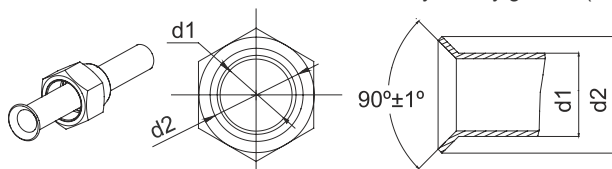

Fig.11
- (1). Corte la conexión del tubo con un cutter y retire los rebordes.
- (2). Sujete el tubo hacia abajo para evitar que los bordes cortados entren en el tubo.
- (3). Retire las tuercas de la válvula de cierre de la unidad exterior y dentro de la bolsa accesoria de la unidad interior, después introdúzcalos en el tubo de conexión, después de eso, corte el tubo de conexión con una herramienta adecuada.
- (4). Compruebe si el reborde se extiende uniformemente y no hay grietas (vea Fig.11).